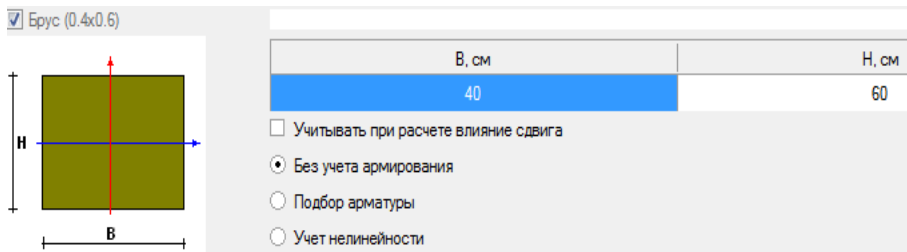

Рис. 112. Задание сечения
- Из категории **Параметрическое сечение** выберите тип сечения **Брус** (рис. 112).